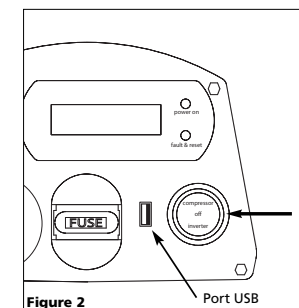

Figure 2
et d'automobile en les branchant tout simplement au port USB (voir Figure 2).
2. Mettre l'interrupteur du COMPRESSEUR sous tension (voir la figure 2).